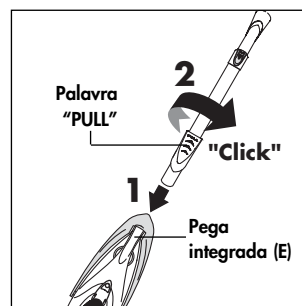

Fig. 1
Após a remoção do aparelho da embalagem, insira o tubo de aspiração no orifício presente na forqueta do "Nautilus System" (fig. 1). Pressione-o bem e rode-o para a direita até o bloquear. **Para ter a certeza de que inseriu o tubo na direcção correcta, certifique-se de que a palavra "PULL" no dispositivo de rotação do tubo está virada para a pega integrada (E).**